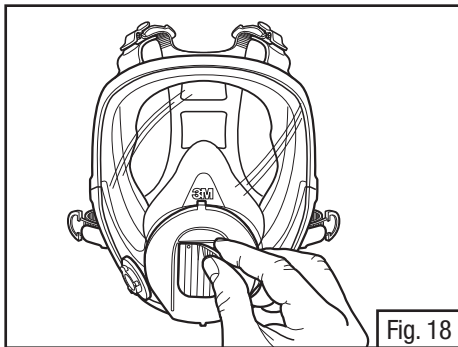

Fig. 18
2. Tenir la soupape et la soulever de son siège (Fig. 18).